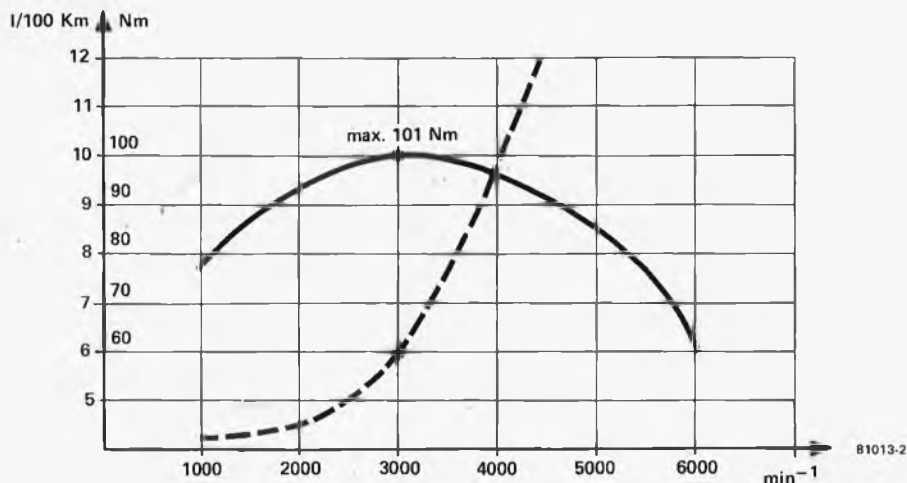

Figure 3. Corrélation entre la consommation de carburant, le couple moteur et le nombre de tours.
Figure 3. En montant ce circuit simple en série avec l'une des connexions du thermostat, on obtiendra une indication sans équivoque permettant de savoir si la chaudière est en marche ou non.
Au cas où le "clic" de commutation ne serait pas suffisamment audible, il existe une aide utile pour remédier à cela. C'est un circuit publié il y a quelque temps, dont la simplicité est appréciable. Le figure 3 montre le circuit de contrôle de marche/arrêt que l'on peut généralement placer à l'intérieur du boîtier du thermostat. L'un des fils de connexion (peu importe lequel) est interrompu, et le circuit composé des trois diodes d'une seule diode LED est connecté en série avec lui. La LED D4 sera allumée tant que l'interrupteur du thermostat sera fermé. ❏
2. Nombre de tours minimal $n1$ et maximal $n2$ correspondant au couple moteur maximal. Ces deux valeurs pourront être déduites du diagramme tel que celui de la figure 3. Le constructeur, ou tout atelier agréé par celui-ci devraient pouvoir donner les renseignements utiles à ce sujet.